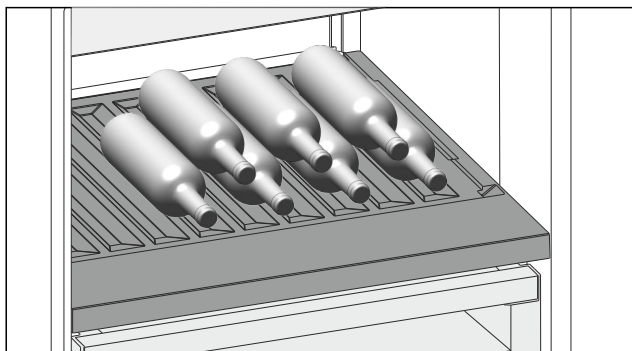

Fig. 99
- Fľaše vkladajte dnom dozadu k zadnej stene. (pozri Fig. 99)